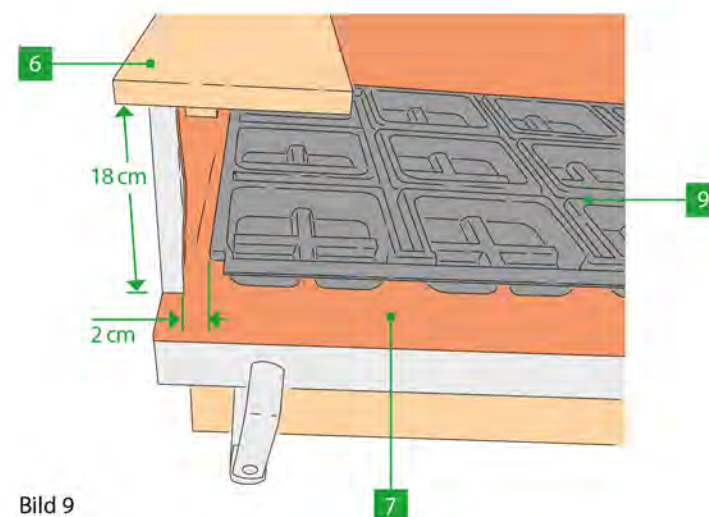

Bild 9
- Wird eine Windfeder eingebaut, so ist bei der Auswahl der Dachkanten darauf zu achten, daß diese mindestens 18 cm höher als die Dachbahn eingebaut wird (siehe Seite 16, Bild 9).
- Der seitliche Abstand der Gründachschale zum Stirnbrett sollte wegen des Dehnungsverhaltens links und rechts mindestens 2 cm betragen (siehe Seite 16, Bild 9).
- Als er een windveer wordt ingebouwd, moet er bij de keuze van de dakranden op gelet worden dat deze minstens 18 cm hoger dan de dakbaan wordt ingebouwd (zie pagina 16, afbeelding 9).
- De zijdelingse afstand tussen de groene dakschaal en de gootplank dient vanwege het uitzettingsgedrag links en rechts minstens 2 cm te bedragen (zie pagina 16, afbeelding 9).